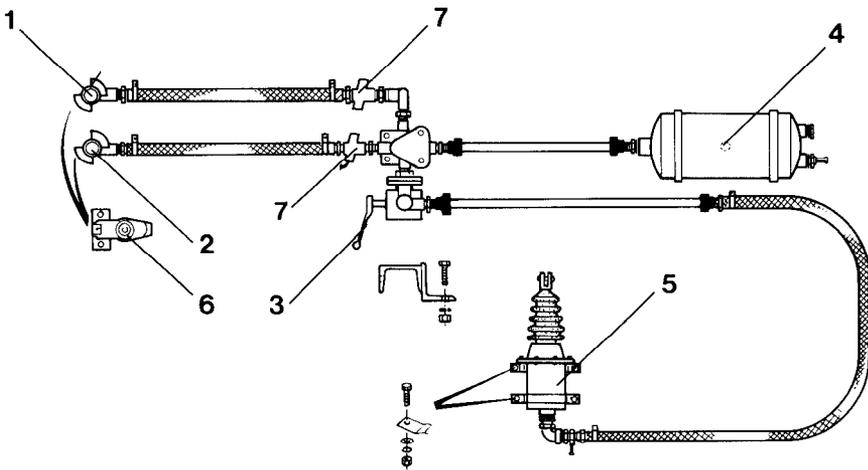

Fig. 122
2. Kupplungsköpfe vor dem Einkuppeln auf Sauberkeit überprüfen und auf richtiges Einrasten achten! Der Kupplungskopf (Fig. 122/1) für die Bremsleitung ist gelb markiert. Der Kupplungskopf (Fig. 122/2) für die Vorratsleitung ist rot markiert.
4. Handgriffstellung des Bremskraftreglers (Fig. 122/3) kontrollieren!
5. Falls erforderlich, Luftbehälter (Fig. 122/4) entwässern!
7. Bremszylinderkolbenhub kontrollieren! Der Hub des Bremszylinders (Fig. 122/5) darf nur zu zwei Drittel ausgenutzt werden, sonst Bremse nachstellen! Beschädigte Staubschutzhüllen erneuern!
8. Nach dem Abkuppeln Kupplungsköpfe schließen bzw. in die Leerkupplungen (Fig. 122/6) am ZG-B einhängen!
1. Die Einsätze der Rohrleitungsfilter (Fig. 122/7) sind zu überprüfen und zu reinigen!